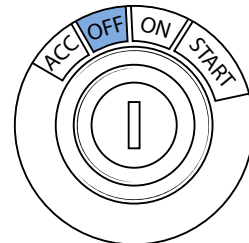

Figure 6 - Commutateur de démarrage
5. Tournez le commutateur de démarrage à la position «OFF» (Arrêt) (**Figure 6**).